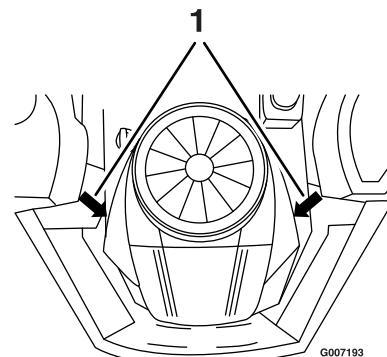

Figura 35
2. Staccate il cappellotto della candela (Figura 35). Pulite intorno alla candela per evitare che la morchia penetri nel motore e lo danneggi.
3. Collegate il cappellotto alla candela (Figura 35).